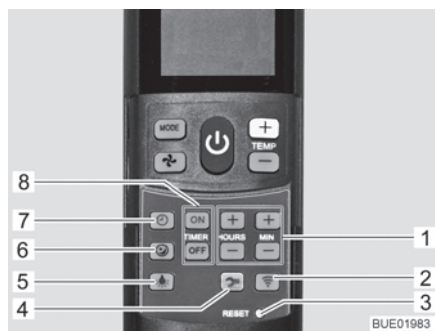

Fig. 149 Mando a distancia con teclas de ajuste (instalación de aire acondicionado)
- Pulsar la tecla Marcha suave (Fig. 149,6). Entonces, el ventilador funcionará a baja velocidad en el funcionamiento de refrigeración y, de esta manera, de modo particularmente silencioso.
- Pulsar la tecla Hora (Fig. 149,7).
- Ajustar las horas y los minutos con las teclas (Fig. 149,1).
- Pulsar la tecla "ON" (Fig. 149,8).
- Pulsar las teclas para el ajuste de la hora (Fig. 149,1) hasta que se haya alcanzado el lapso de tiempo hasta la conexión.
- Pulsar la tecla "OFF" (Fig. 149,8).
- Pulsar las teclas para el ajuste de la hora (Fig. 149,1) hasta que se haya alcanzado el lapso de tiempo hasta la desconexión.
- Volver a pulsar la tecla "ON" o la tecla "OFF" (Fig. 149,8).
- Pulsar la tecla Luz (Fig. 149,5). La iluminación será conectada con el nivel de atenuación ajustado más recientemente.
- Pulsar la tecla Luz (Fig. 149,5) y mantenerla pulsada hasta que se alcance la luminosidad deseada.
- Pulsar la tecla Luz (Fig. 149,5).
▷ La tecla Instalación (Fig. 149,4) se usa para conectar el mando a distancia con la instalación de aire acondicionado durante la primera puesta en funcionamiento.